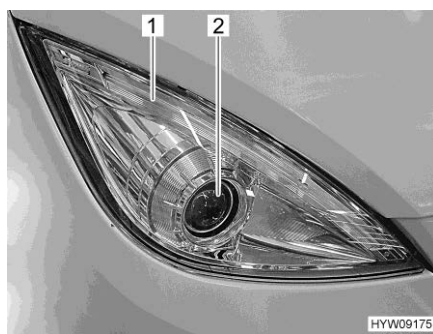

Fig. 217 Faro anteriore
La luce diurna e l'indicatore di direzione sono lampade LED (Fig. 217,1). Per sostituire i LED rivolgersi a un concessionario autorizzato o a un punto di assistenza.
**Faro anabbagliante/abbagliante (Fig. 217,2)**